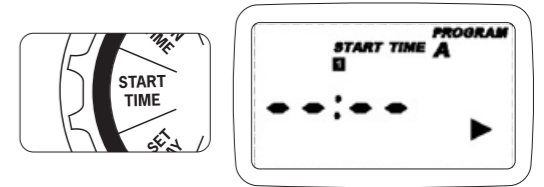

図9
- ・ダイヤルを[START TIME]に合わせる。(図9)